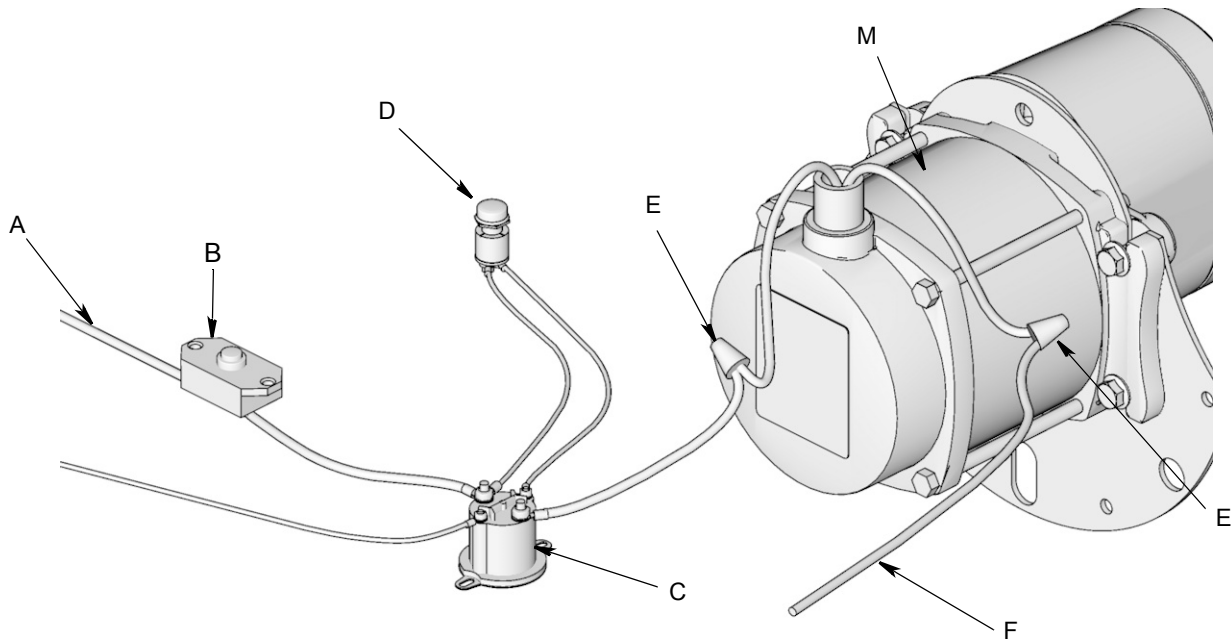
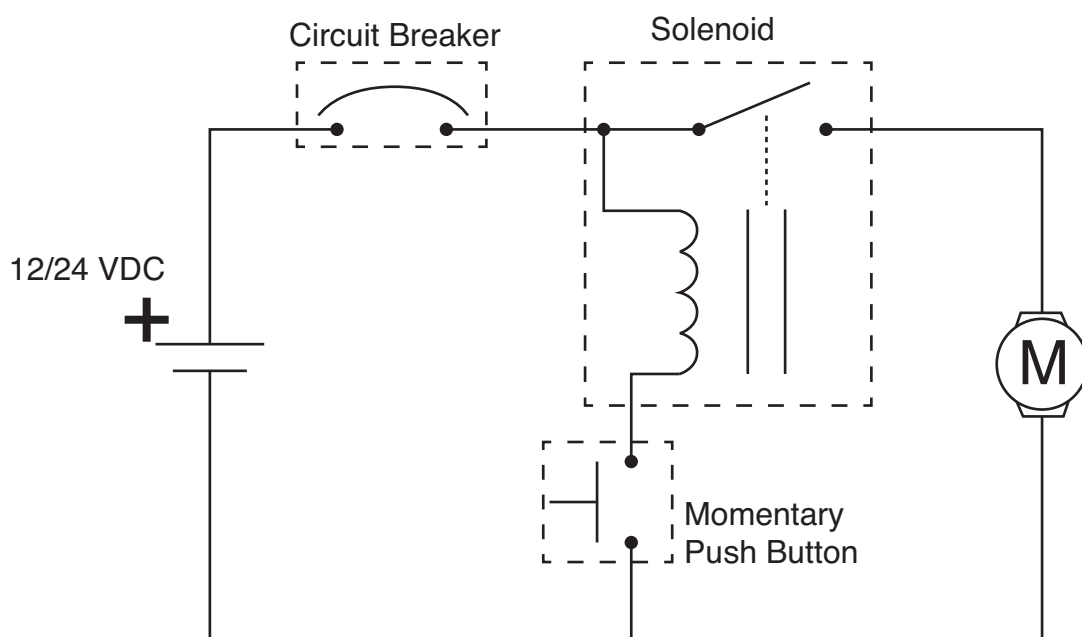

FIG. 8
FIG. 9
2. Siga el diagrama de cableado provisto en FIG. 8 y el esquema de cableado en FIG. 9.